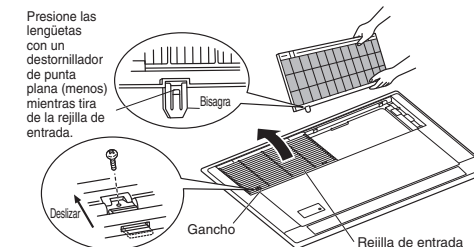

Fig. 7-1
- (1) Extraiga los 2 tornillos que sujetan las 2 rejillas. (Fig. 7-1)
- (2) Deslice los ganchos de la rejilla de entrada (2 ubicaciones) en la dirección de la flecha para abrir la rejilla de entrada. (Fig. 7-1)
- (3) Cuando la rejilla de entrada esté abierta, utilice un destornillador de punta plana (menos) para presionar en las lengüetas de las bisagras posteriores (2 ubicaciones) y, a continuación, extraiga la rejilla de entrada. (Fig. 7-1)